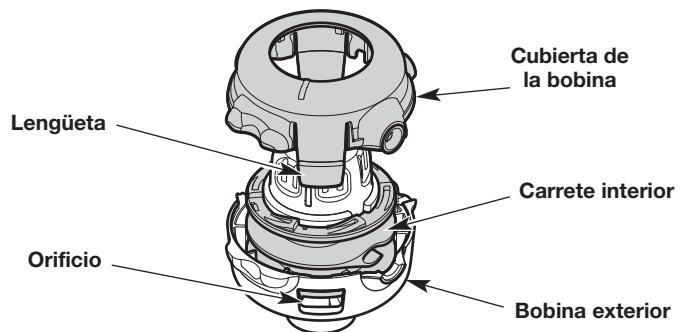

Fig. 22
- c. Suavemente incline el destornillador para desatrabar la lengüeta del orificio (Fig. 22).
- e. Retire la cubierta de la bobina (Fig. 22). **NO** intente extraer ninguna otra pieza del cabezal de corte.
- g. Utilice una tela limpia para limpiar el carrete interior, la bobina exterior y la cubierta de la bobina (Fig. 22).
- h. Se deben alinear las lengüetas de la cubierta de la bobina con los orificios de la bobina exterior (Fig. 22). Oprima la cubierta de la bobina sobre la bobina exterior hasta que las lengüetas entren a presión firmemente en los orificios.